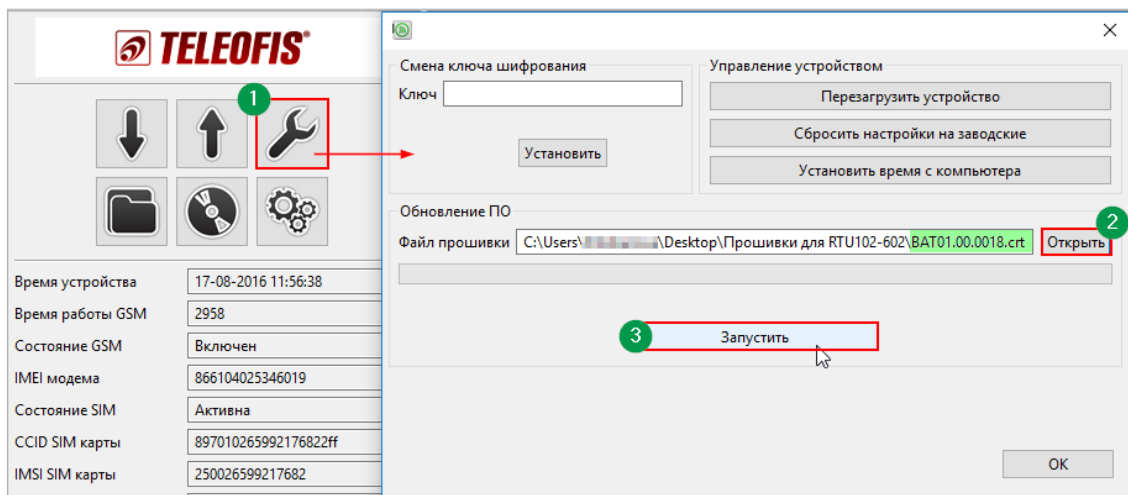

Рис. 57. Обновление встроенного ПО УСПД RTU602.
2. Нажмите кнопку **Сервисные функции** на панели управления (1) (Рис. 57).
3. В открывшемся окне нажмите **Открыть** (2), выберите на ПК файл прошивки с расширением **.crt** и нажмите **Запустить** (3). После успешной перепрошивки УСПД автоматически перезагрузится.